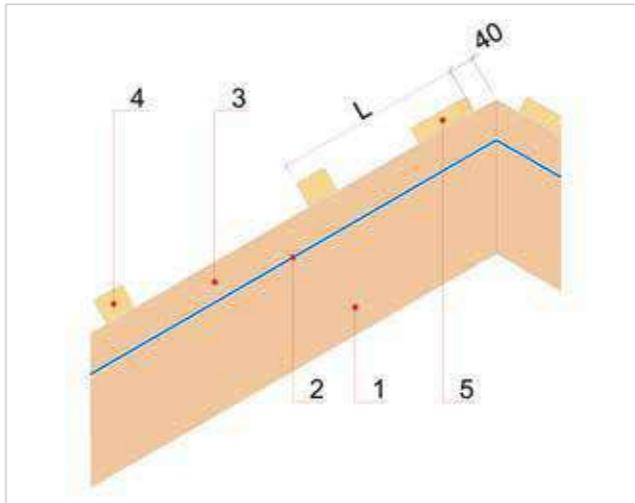

**Рисунок 11**
5.2.10 Для облегчения монтажа рекомендуется применять обрешеточные шаблоны, изготавливаемые из подручных материалов (Рисунок 11).